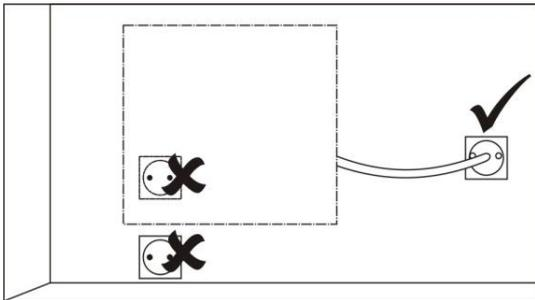

Рис.5
- Подключение к электросети: розетка должна быть расположена не менее чем в 10 см с боку от конвектора. См. Правильное положение розетки на Рис.5.